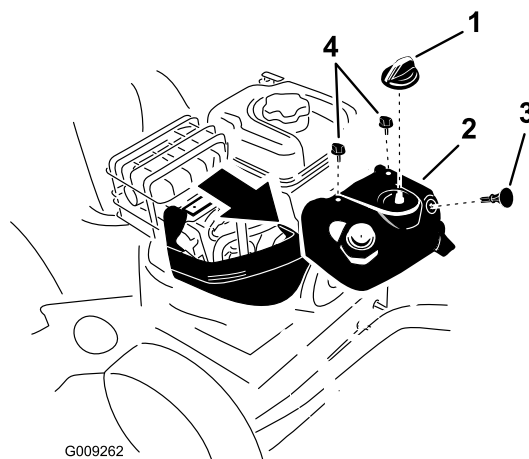

Figure 45
Remarque: Vous devez déposer le capot anti-neige supérieur pour accéder à la bougie d'allumage (Figure 45).
- Vis (2)
- Enlevez la commande de starter et la clé de contact (Figure 45).
- Enlevez les 2 vis qui fixent le capot anti-neige à la machine (Figure 45).